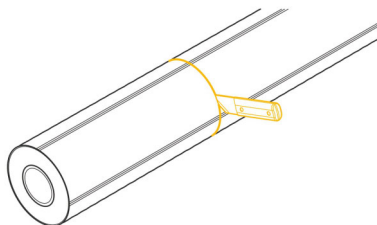

Рис. 5.6.2
2. Ножом (или ножовкой) надрезать защитную оболочку в соответствии с нанесенной меткой (рис. 5.6.2).